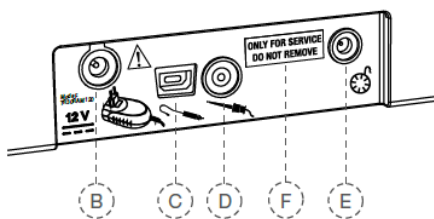

Рис. 3 Роз'єми на задній панелі
Роз'єм USB (рис. 3, F) призначений для оновлення програмного забезпечення і проведення технічного обслуговування. Користуватися даним роз'ємом дозволяється тільки спеціалізованому персоналу. При поставці даний роз'єм прихований наліпкою "ONLY FOR SERVICE DO NOT REMOVE" (Тільки для технічного обслуговування - не видаляти). Дана наліпка може бути видалена лише спеціалізованим персоналом.
3. Приєднайте кабель блоку живлення до роз'єму (Рис. 3, B) на задній панелі приладу.
8. Під'єднайте кабель для ножної педалі до роз'єму (Рис. 3, E) на задній панелі блоку управління.
10. Під'єднайте штекер кабелю для губного електрода до роз'єму (Рис. 3 C) на задній панелі блоку управління.
12. Під'єднайте штекер кабелю для затискачу для файлу до роз'єму (Рис. 3, D) на задній панелі блоку управління.